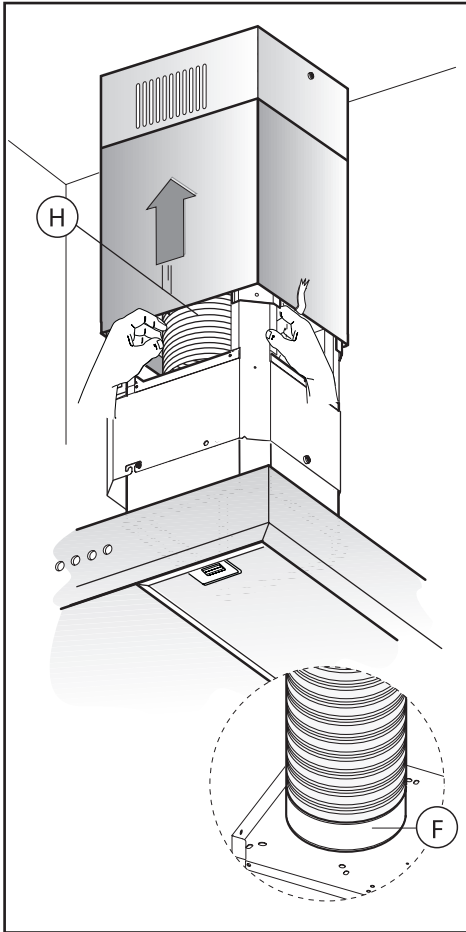

Fig.11
- Fissare il tubo di evacuazione aria **H** (non in dotazione) sulla flangia di raccordo **F** (Fig.11).